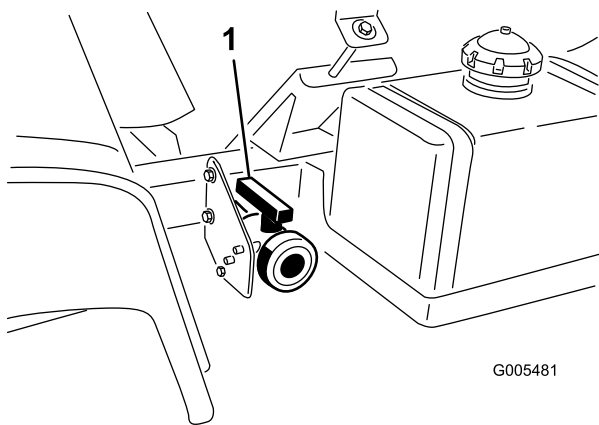

図 27
2. タンクのドレン・バルブは車両の左側にある(図 27)。燃料タンクの前にあるのがドレン・バルブである。